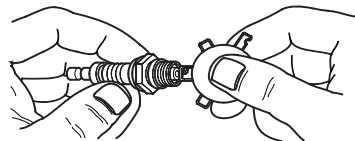

Figura 4-3. Separación de la bujía
3. Consulte la **Figura 4-3**. Compruebe la separación de los electrodos (B) con una gaiga de espesores y reemplace la bujía si la separación (A) no está entre 0,70 y 0,80 mm (0,028 y 0,031 pulg.).